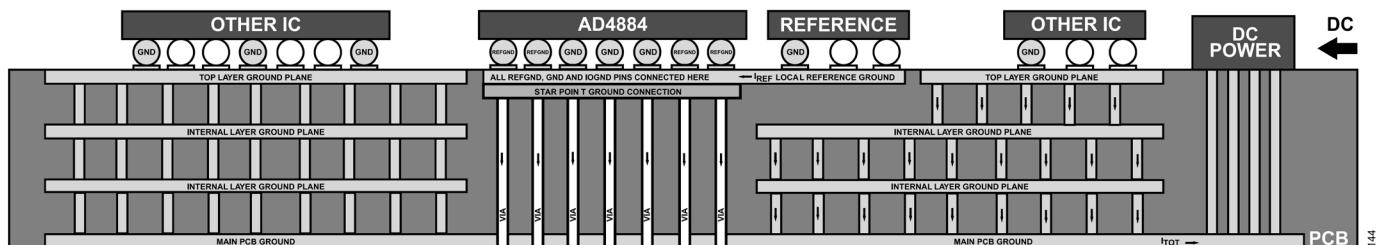

図 145. PCB グラウンド・プレーンの推奨レイアウト
- ▶ グラウンド・プレーンの分布を示す PCB ボードの側面断面図については、図 145 を参照してください。図 145 はグラウンド・プレーンのみを示しており、信号トラックは含まれていないことに注意してください。